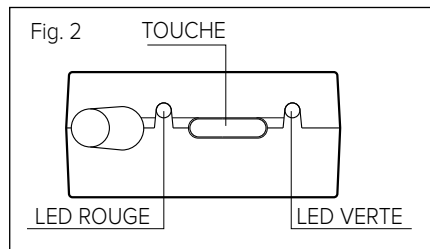

Fig. 2
- Vérifier que les connexions entre le récepteur et le générateur de chaleur sont corrects (récepteur, led verte allumée) (Fig. 2) conformément aux instructions de la notice d'instructions du récepteur.